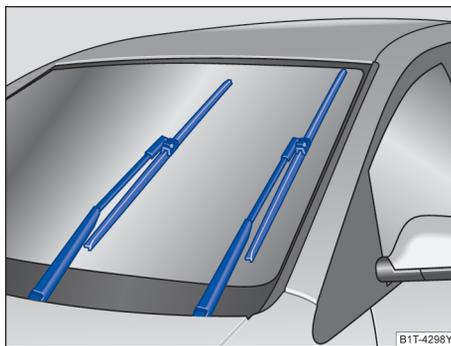

图 219 处于保养位置的刮水片
- 将风窗玻璃刮水器拨杆向下拨至点动刮水位置，使刮水器处于保养位置→图 219。 ▶